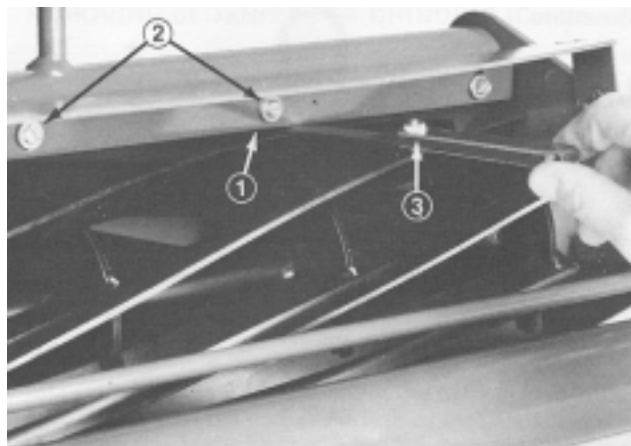

Figure 6
- Desserrez les vis de fixation de la barre supérieure (Fig. 6). Insérez une jauge de 1,5 mm d'épaisseur entre le haut du cylindre et la barre, et serrez les vis (Fig. 6). Vérifiez que la barre et le cylindre sont équidistants sur toute la longueur du cylindre.
3. Placez le calibre en travers des rouleaux avant et arrière, et tournez le bouton de réglage de hauteur de coupe jusqu'à ce que la base de la tête de la vis s'engage dans le bord coupant de la contre-lame (Fig. 6).